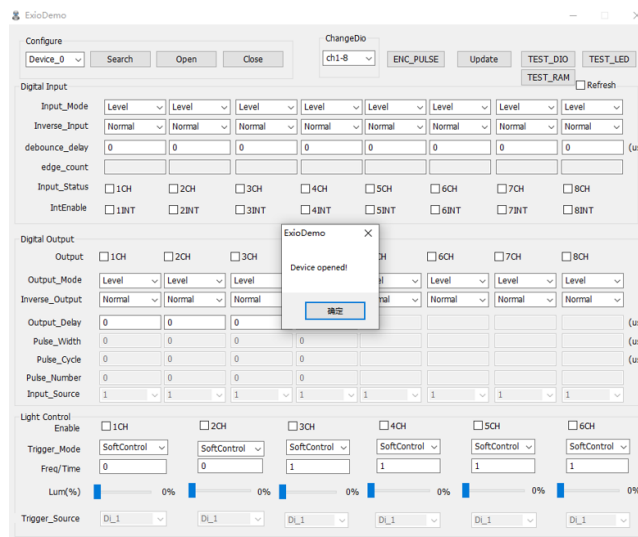

图 3-4 控制卡 DEMO 设备打开正常弹框
- 2、点击“搜索设备” -> “打开设备”，此时控制卡已可正常使用，如图 3-4 所示：